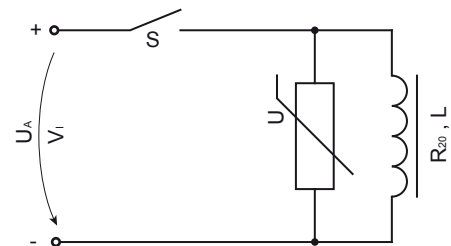

Fig. 9: Varistorbeschaltung / Varistor circuit
8.7.2. Varistorbeschaltung (Fig. 9)
8.7.2. Varistor method (Fig. 9)